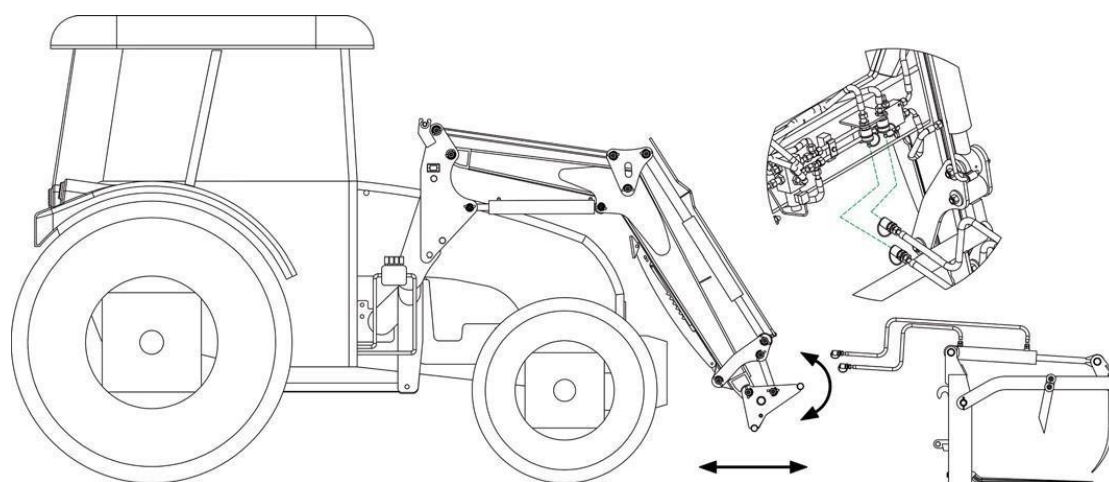

Рис. 7 — Монтаж органа, требующего соединения с системой гидравлической системы
- подъехать к органу (1), установленному на плоском, ровном и упрочненном основании,
- опустить погрузчик до момента, при котором рама агрегатирования (2) найдется ниже крюков сцепки органа (1),
- опустить раму агрегатирования (2) вниз,
- разместить сцепки органа (1) в направляющих рамы агрегатирования (2),
- гидравлические шланги органа соединить с гидравлической системой цилиндра как указано на рис. 7.